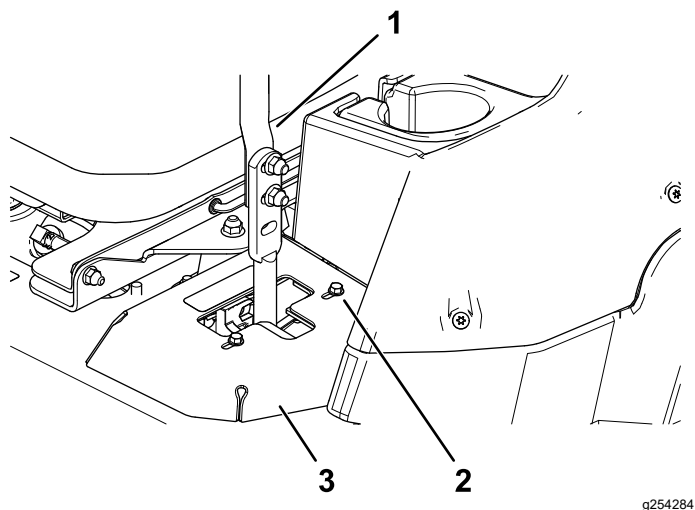

Figura 51
- Se la macchina tende a destra, allentate i bulloni e regolate la piastra di battuta sinistra spostandola indietro sulla fessura a T sinistra finché la macchina non procede in linea retta (Figura 51).
- Se la macchina tende a sinistra, allentate i bulloni e regolate la piastra di battuta destra spostandola indietro sulla fessura a T destra finché la macchina non procede in linea retta (Figura 51).
- Serrate la piastra di battuta (Figura 51).